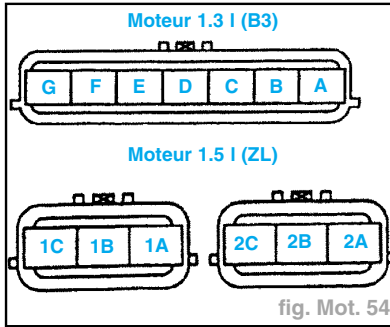

fig. Mot. 54
- A l'aide d'un ohmmètre, vérifier la continuité entre les bornes **F à G (B3)**, les bornes **1A à 1C**, et les bornes **2A à 2C (ZL)** (fig. Mot. 54).